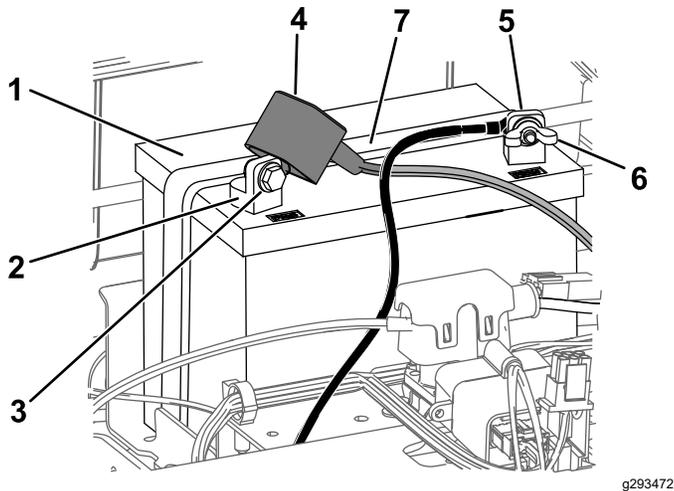

図 49
4. バッテリー端子からマイナスケーブル黒を外す 図 49。